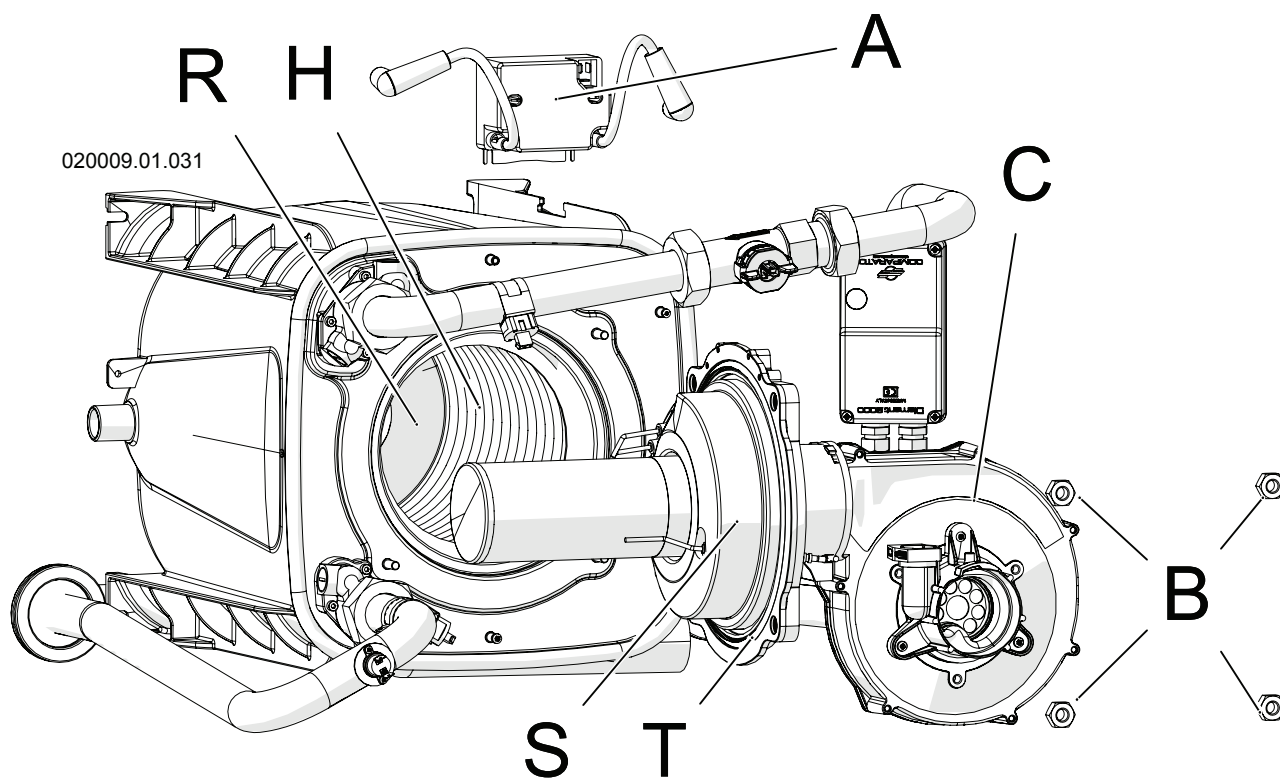

Figura 15-5 - Smontaggio gruppo ventilatore bruciatore
- 9.- Svitare i quattro bulloni "B" di Figura 15-5;
- 10.- estrarre il gruppo ventilatore/bruciatore (particolare "C" di Figura 15-5).
Per eseguire una corretta pulizia del bruciatore e del corpo scambiatore (lato fumi), procedere come di seguito (fare riferimento alla Figura 15-5 quando non diversamente specificato):
ATTENZIONE !!! Ogni volta che si effettua la pulizia del bruciatore e dello scambiatore primario occorre verificare il buono stato degli isolanti termici "R" e "S" (vedi figura 15-5). Se necessario, sostituirli assieme alla guarnizione "T" del bruciatore (vedi figura 15-5), richiedendo l'apposito kit codice 62632006.